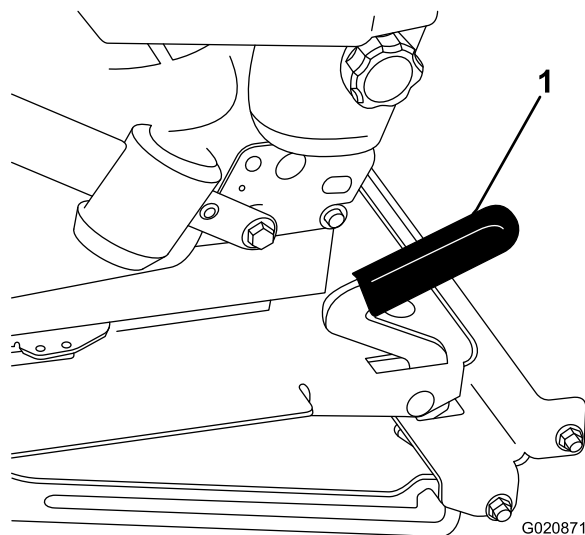

Рисунок 32
2. Потяните рычаг защелки сиденья вперед и вверх, чтобы разблокировать сиденье (**Рисунок 32**).